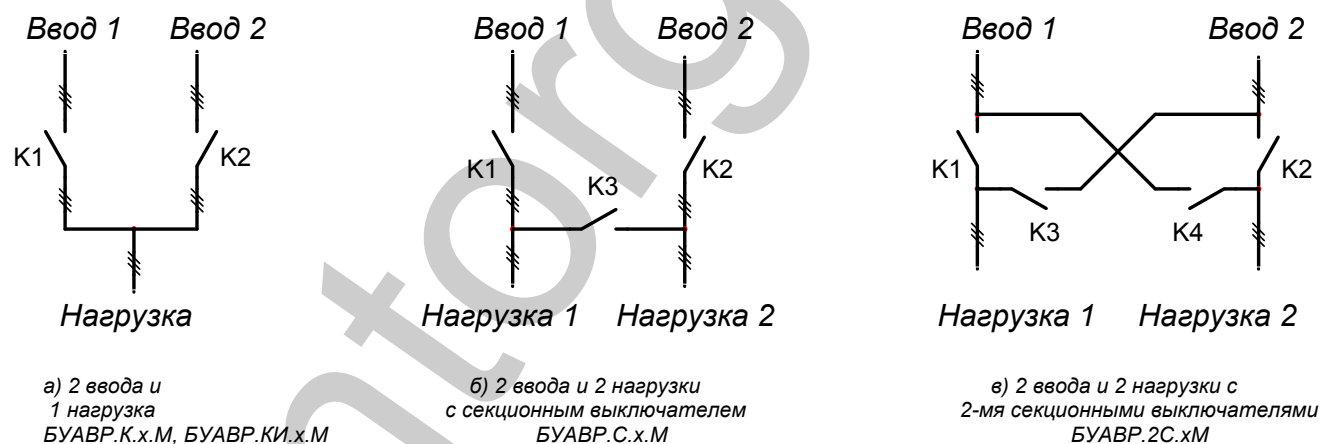

Рис.1. Структурные схемы АВР и модификации предназначенных для них БУАВР
- 2.1.1. Структурные схемы АВР и модификации предназначенных для них блоков БУАВР приведены на рис. 1.
- 2.1.2. БУАВР.К.х.М и БУАВР.КИ.х.М предназначены для работы в составе АВР с двумя вводами и одной нагрузкой. Рис. 1.а. БУАВР.К.х.М имеет 4 группы выходных контактов, что позволяет управлять цепями включения и отключения автоматических выключателей без дополнительных промежуточных реле. БУАВР.КИ.х.М имеет 2 группы выходных НО контактов для управления силовыми коммутационными аппаратами и 2 группы НО контактов для индикации состояния вводов.
- 2.1.3. БУАВР.С.х.М предназначен для работы в составе АВР с двумя вводами, двумя нагрузками, с секционным выключателем. Рис. 1.б. БУАВР имеет 3 группы выходных НО контактов для управления силовыми коммутационными аппаратами.
- 2.1.4. БУАВР.2С.х.М предназначен для работы в составе АВР с двумя вводами, двумя нагрузками, двумя секционными выключателями. Рис. 1.в. БУАВР имеет 4 группы выходных НО контактов для управления силовыми коммутационными аппаратами.